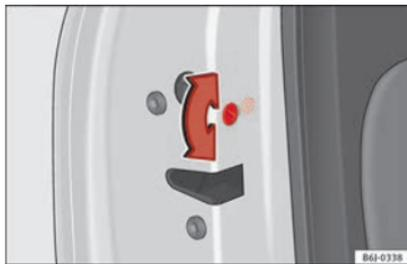

Fig. 82 Sicura per bambini della porta sinistra.
- Con la porta aperta, girare con la chiave del veicolo la feritoia in senso antiorario per le porte a sinistra »» fig. 82 e in senso orario per le porte a destra.
- Con la porta aperta, girare con la chiave del veicolo la feritoia in senso antiorario per le porte a destra e in senso orario per le porte a sinistra »» fig. 82.